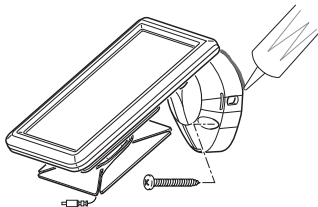

Figura 8
1. Coloque el panel solar contra la superficie de montaje y marque los orificios de montaje (vea la Figura 8).